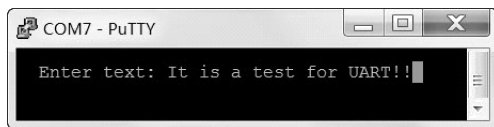

图 3-9 回送程序的测试结果
③ 再在图 3-8 绿色光标处，从键盘输入 “It is a test for UART!!” 文本，并且在输入文本时蓝色的 LED 灯不断闪烁，程序在 EK - TM4C123GXL 板中的运行结果如图 3-9 所示。
从图 3-9 中可以看到，通过 UART 接收到的文本 “It is a test for UART!!” 被回送到 UART 上显示了出来，这就验证了回送程序的正确性。